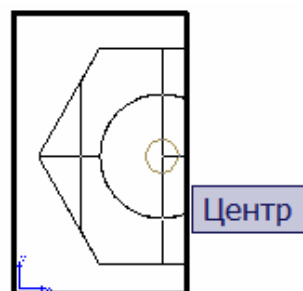

Рис. 5.19
- d) на запрос второй точки секущей плоскости щёлкнуть точку в центре основания с помощью привязки **Центр (Center)** (рис. 5.19);